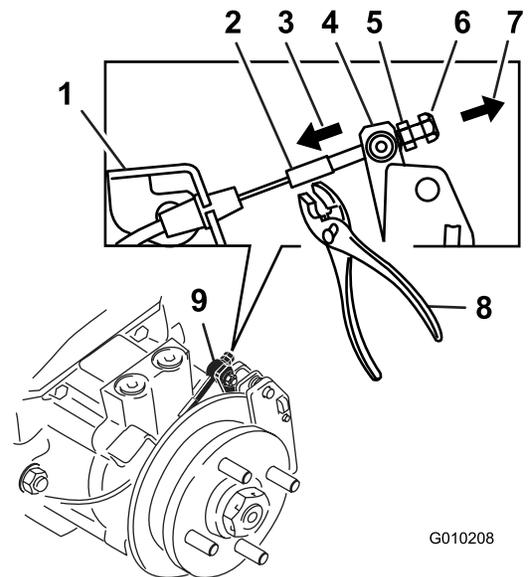

Figure 78
9. En vous servant uniquement de vos doigts et de vos mains, poussez le bras du levier d'étrier pour engager les plaquettes de frein sur le disque jusqu'à l'arrêt du levier (Figure 78).
10. Maintenez le levier en position d'arrêt d'une main et, à l'aide de l'autre main, tendez l'extrémité du câble fileté à travers le pivot. Vissez l'écrou standard contre le pivot (Figure 78).